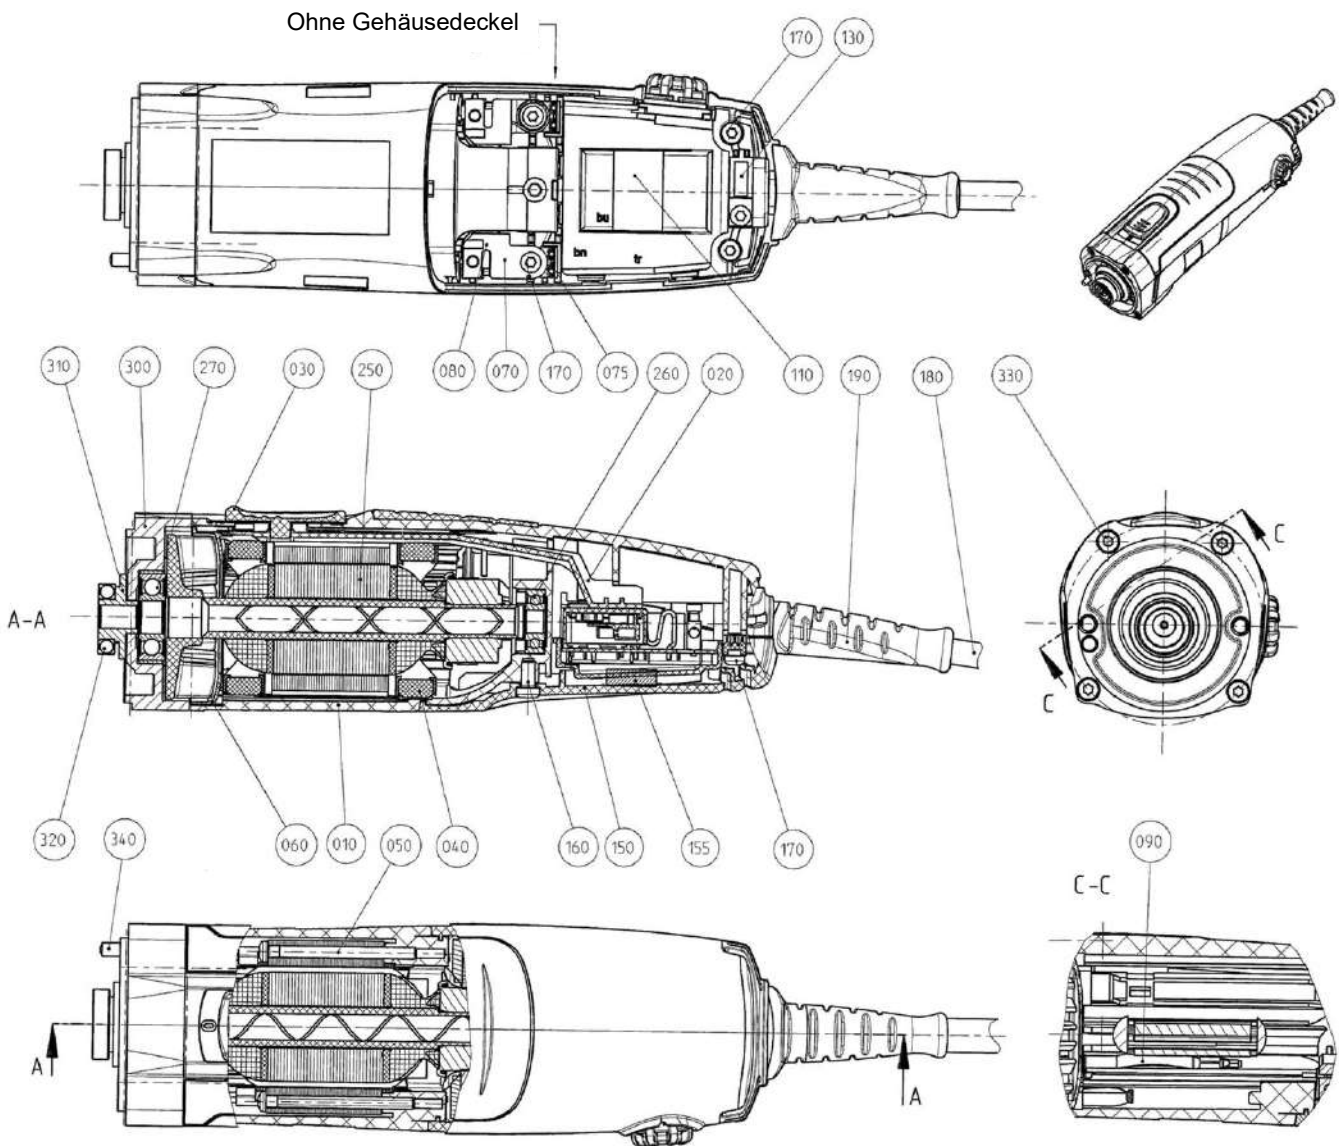

Abbildung 7:
- Bei Überlastung des Motors wird das Gerät automatisch ausgeschaltet. Die Sicherung (siehe S. 14, Abbildung 9, Pos 115) befindet sich auf der Elektronikplatine (siehe S. 14, Abbildung 7, Pos 110) und lässt sich nach Aufschrauben des Gehäuses mit wenigen Handgriffen auswechseln.